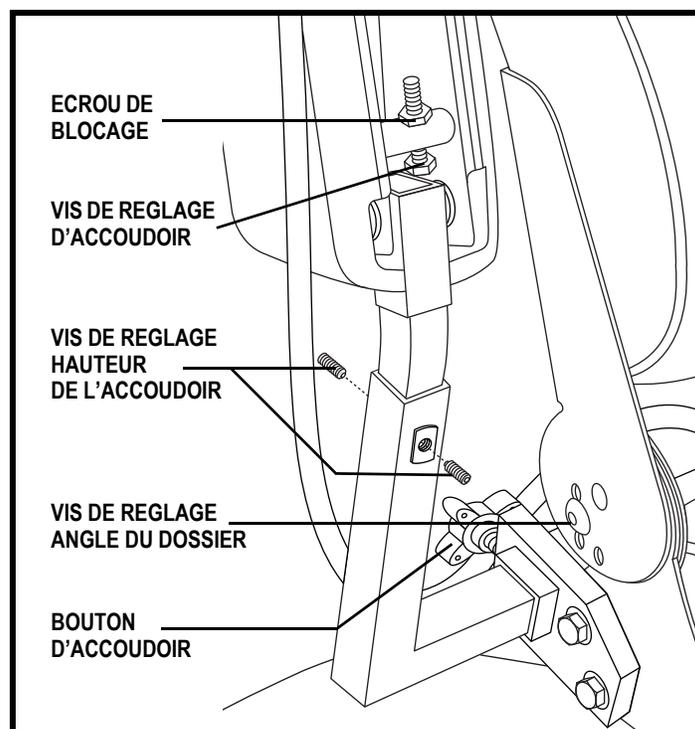

Figure 16. Réglage accoudoirs et dossier
1. Retirez la vis de réglage de l'inclinaison du dossier de chaque charnière. **Voir la figure 16.**
1. Repérez les deux boutons de réglage sur le support des accoudoirs. **Voir la figure 16.**
1. Relevez l'accoudoir perpendiculaire au plancher. **Voir la figure 16.**
1. Desserrez les vis de réglage sur les dos de chaque support d'accoudoir. **Voir la figure 16.**